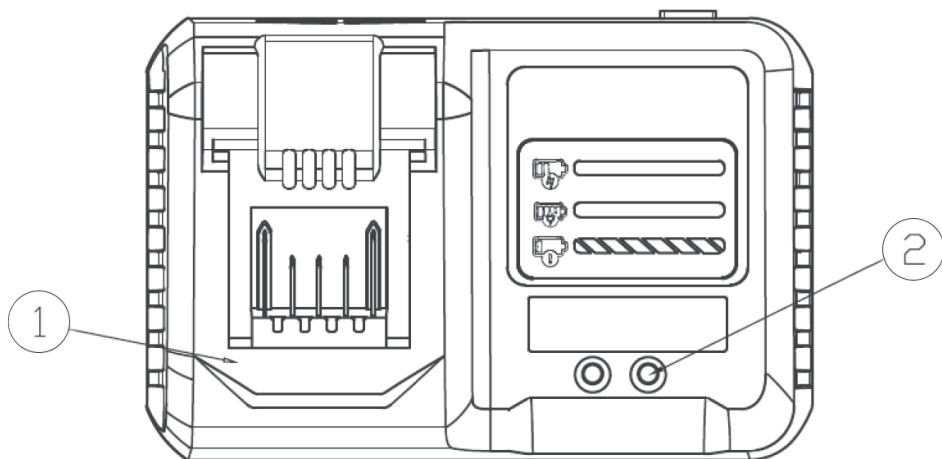

Рис. 6
- Установите рекомендуемую аккумуляторную батарею в зарядное устройство (рис. 6) до упора.